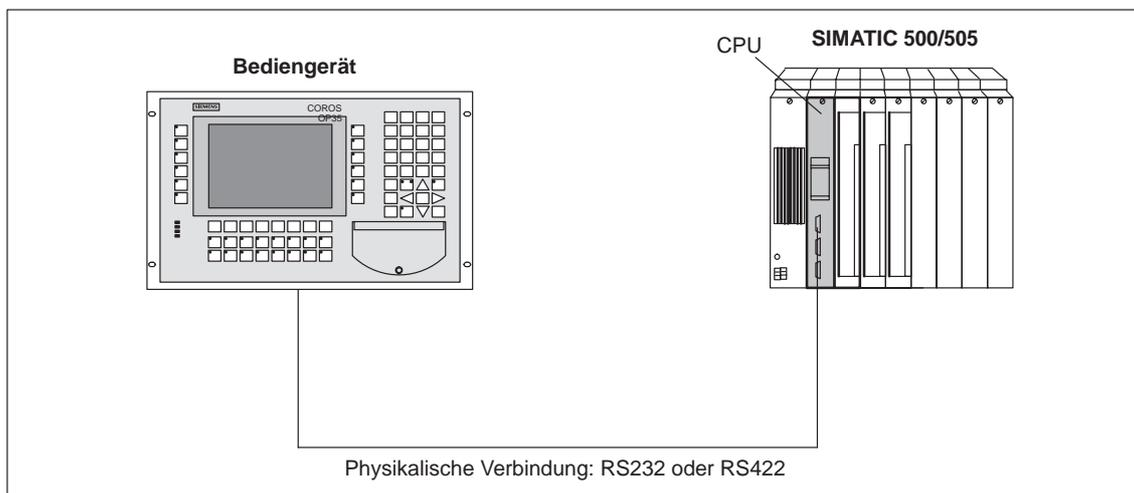

Bild 1-10 SIMATIC 500/505 Kopplung
**Anschluß** Das Bediengerät wird über die Programmierschnittstelle der CPU an SIMATIC 500/505 angeschlossen (Bild 1-10).